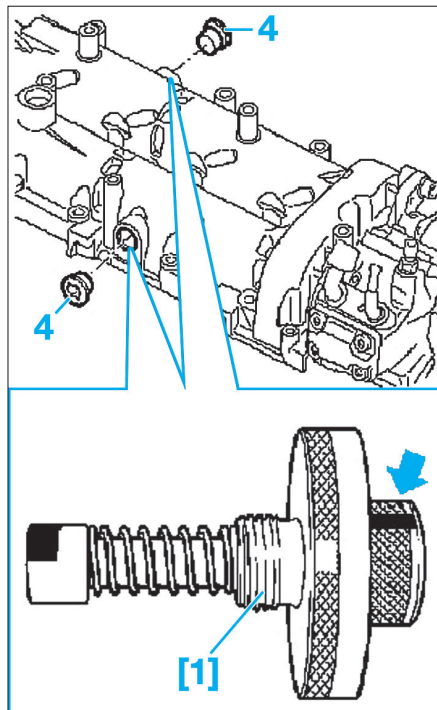

Fig. 45
- [1]. Outil de pigeage d'arbre à cames (ref. EN-46781) (Fig.45).
- Déposer le capteur d'arbre à cames (3).
- Reposer le capteur d'arbre à cames (3).
- Monter deux outils [1] en lieu et place des bouchons (4) en prenant garde à leur position de montage (Fig.45).